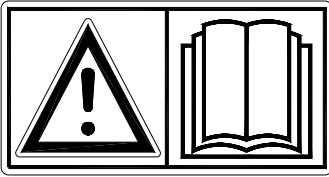

Fig. 1
**Lees en begrijp** (Fig. 1) de handleiding voordat u begint met het gebruiken van de Easy Spread. Als de machine niet wordt gebruikt zoals in de handleiding beschreven kan er letselgevaar ontstaan en/of schade aan de Easy Spread.
- (1) De Easy Spread is uitsluitend bedoeld voor het strooien van fijnkorrelig strooigoed (zand, kiezel of vergelijkbare producten). Enig ander gebruik geldt als oneigenlijk gebruik. Voor hieruit voortvloeiende schade aanvaardt de fabrikant geen enkele verantwoordelijkheid; Alle daarbij optredende risico's zijn volkomen voor rekening van de gebruiker. Tot oordeelkundig gebruik wordt ook gerekend het uitvoeren van de door de fabrikant voorgeschreven gebruiks-, onderhouds- en reparatieaanwijzingen.